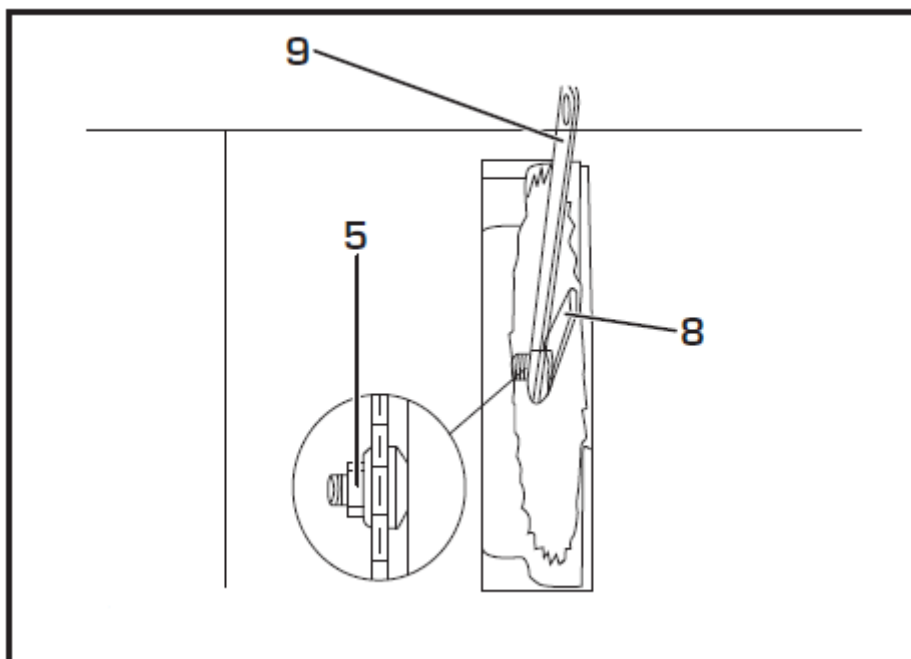

Рис. 13 Проверка правильности установки пильного диска
4. Поместите губки рожкового ключа (8) на плоские поверхности фланца (6) во избежание вращения пильного вала при затяжке. Затяните гайку пильного вала, вращая ее по часовой стрелке замкнутым зевом гаечного ключа (9) (см. Рис. 13).